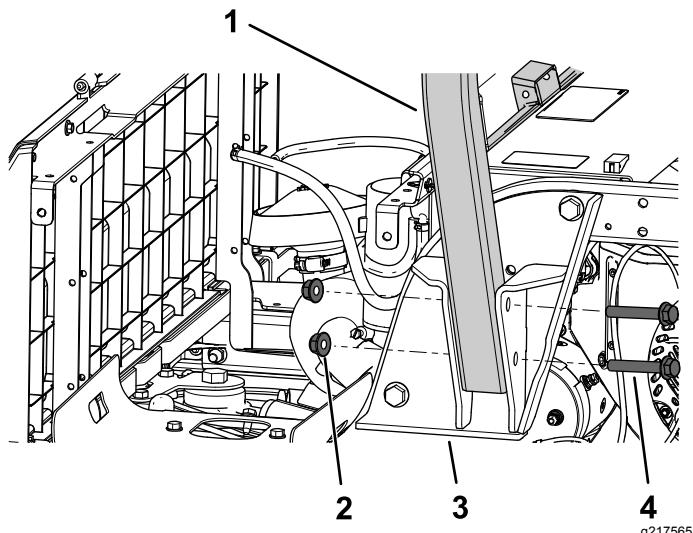

Рисунок 19
- Прикрепите 1 сторону защитной дуги к кронштейну ROPS с помощью 2 болтов с фланцевыми головками (1/2 x 3-1/2 дюйма) и 2 контргаек (1/2 дюйма), как показано на Рисунок 19.